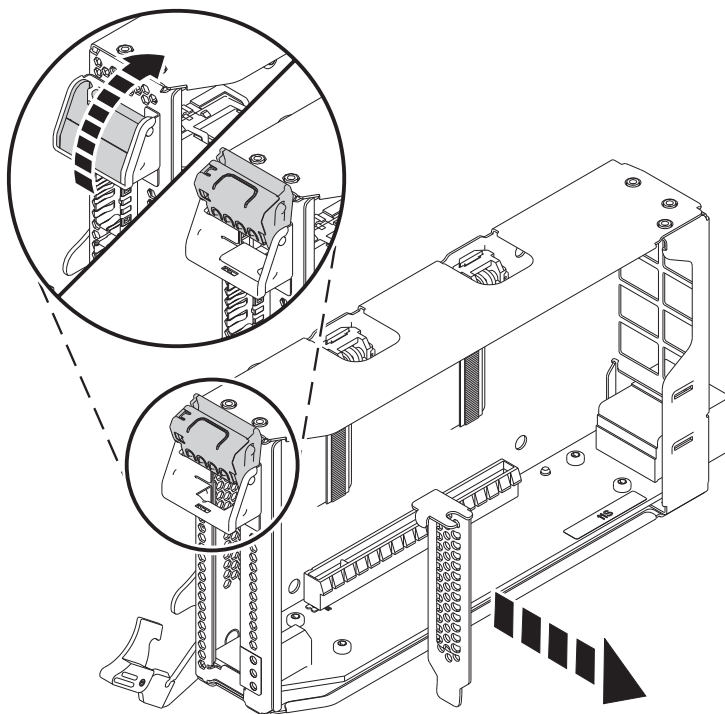

Figura 5. Extracció del panell de reblliment de l'adaptador PCIe del casset de l'adaptador
- c. Per desbloquejar una contrapunta del panell de reblliment, feu girar el pestell que es troba a l'extrem de la contrapunta del casset tal com es mostra a la Figura 5 a la pàgina 6.
- d. Extraieu la contrapunta del panell de reblliment del casset, tal com es mostra a la Figura 5 a la pàgina 6.